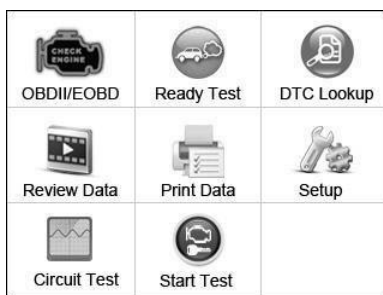

Figure 6.1
- De l'**Écran Principal** (Figure 6.1) sélectionnez **Test de Préparation** avec le bouton de défilement **HAUT/BAS** et **GAUCHE/DROITE** et appuyez ensuite sur la touche **OK**.